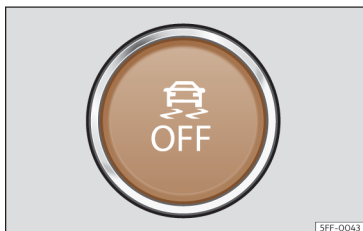

Fig. 98 En la parte inferior de la consola central: botón para conectar/desconectar el ESC
- El ESC en modo "Sport" se puede desconectar y conectar mediante una pulsación corta en el botón de la consola central >>> **fig. 98**.
- El ESC se puede desconectar y conectar mediante una pulsación larga en el botón de la consola central >>> **fig. 98**.